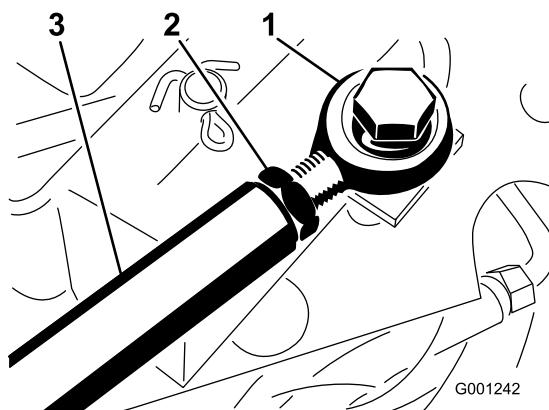

Figura 77
Se o pedal de tração necessitar de mais ajuste, ajuste a barra de tração (Figura 77) da seguinte forma:
2. Desaperte a porca de retenção que fixa a extremidade da barra à barra de tração (Figura 77).
4. Aperte a porca de retenção (Figura 77) e fixe a extremidade da barra ao pedal de tração com o parafuso e a porca retirados, para fixar o ângulo de bloqueio do pedal.